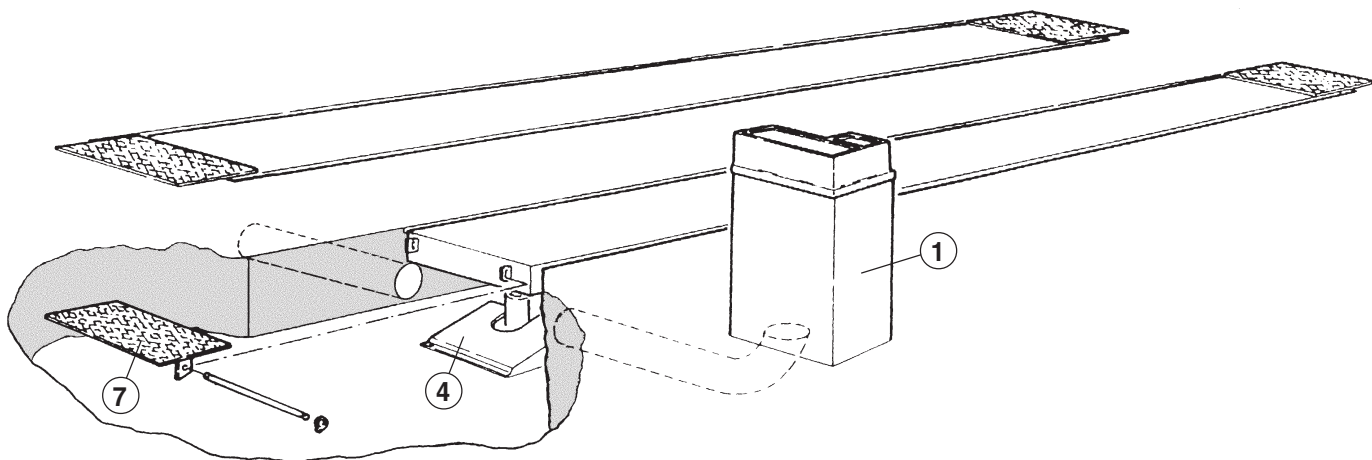

Fig.28
- Montare le semirampe basculanti (7) con i perni (8) ed i seeger (9).
- Montare gli arresti veicolo (10) con i perni (8) ed i seeger (9).
**Per la versione ad incasso (fig. 28) montare n° 4 semirampe basculanti (7), con i perni (8) ed i seeger (9).**
- Fit the swing half-ramps (7) with the pins (8) and the circlips (9).
- Fit the vehicle blocks (10) with the pins (8) and the circlips (9).
**For the recessed model (fig. 28), 4 swing half-ramps (7) should be fitted, with the pins (8) and the circlips (9).**
- Die kippbaren Halbrampen (7) mit den Bolzen (8) und den Seeger-Ringen (9) montieren.
- Die Fahrzeugabrollssicherungen (10) mit den Bolzen (8) und den Seegerringen (9) montieren.
**Für die Unterflurversion (Abb. 28) sind 4 kippbare Halbrampen (7), mit den Bolzen (8) und den Seeger-Ringen (9) montieren.**
**Pour la version encastrée (fig. 28), il faut monter 4 demi-rampes à bascule (7), avec les pivots (8) et les circlips (9).**
**Para la versión empotrada (fig. 28) es necesario montar n. 4 semiramplas basculantes (7), con los pernos (8) y el seeger (9).**